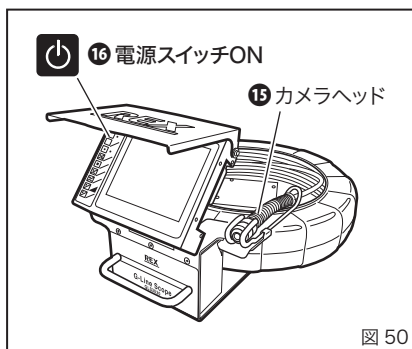

図 50
- ⑮仮止めたテープを外し、カメラヘッドをカメラホルダーに収納します。（図 50）
⑯電源を ON にし、正常に動作すれば交換作業完了です。（図 50）